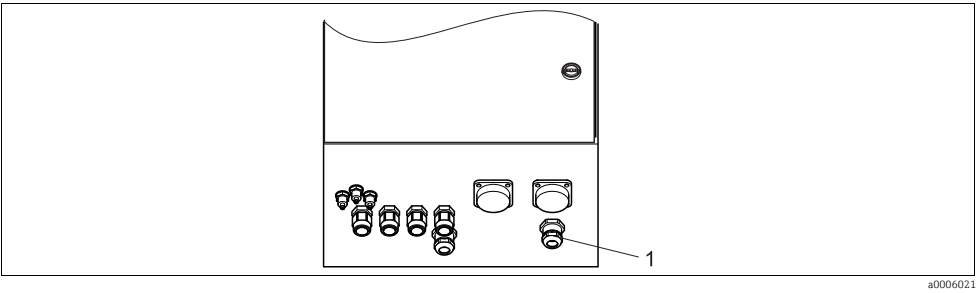

Abb. 19: Durchföhrung Niveausonden-Kabel
1. Führen Sie die Kabel der Niveausonden für Puffer und Reiniger durch die Dreifach-Pg-Verschraubung hinter dem Multischlauch-Anschluss (siehe Abb. 19).